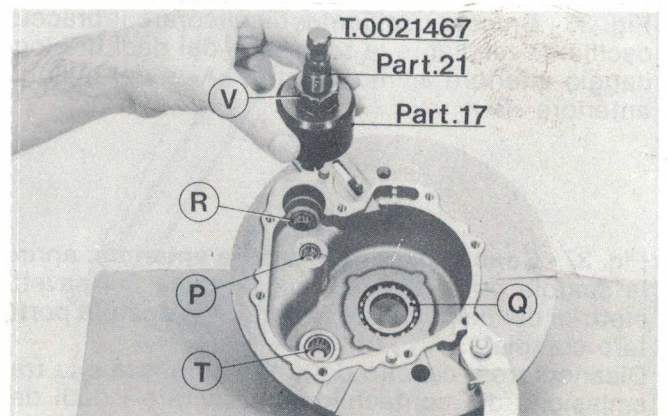
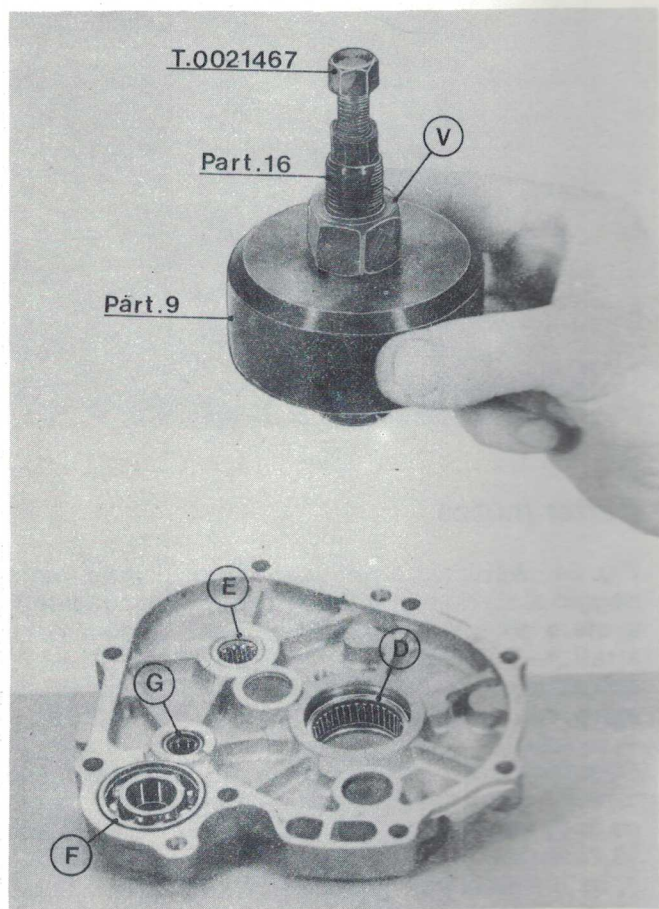

Fig. 34
Fig. 35
**Fig. 34 - Astuccio a rullini alberino frizione, ingranaggio di rinvio e ingranaggio multiplo, cuscinetto a sfere albero ingranaggi cambio:** applicare l'estrattore T. 0021467, munito dei particolari 17 e 21, sull'astuccio a rullini dell'alberino frizione «R» ed agire sul dado centrale «V» fino ad estrazione avvenuta.
Fig. 35 - Astuccio a rullini albero cambio, ingranaggio di rinvio e ingranaggio multiplo, cuscinetto a sfere albero frizione: analogamente a quanto effettuato in fig. 34 reimpiegare, per l'estrazione dell'astuccio a rullini «D», l'estrattore T. 0021467 dotato dei particolari 9 e 16 ed agire sul dado centrale «V» fino ad estrazione avvenuta.